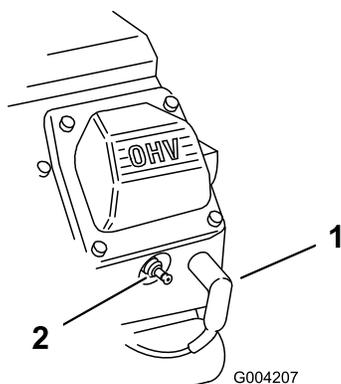

図 47
- 点火プラグのコードが抜けているのを確認する 図 47。
- 点火コードを取り付ける 図 47。